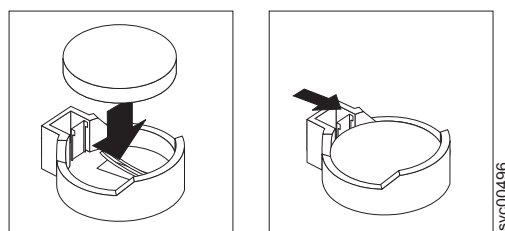

図 143. SAN ボリューム・コントローラー 2145-8A4 CMOS バッテリーの取り付け
- c. 図 143 に示すように、バッテリーを下に押し、所定の場所でカチッと音を立てるまでソケットに入れます。バッテリー・クリップがバッテリーを確実に保持するようにします。